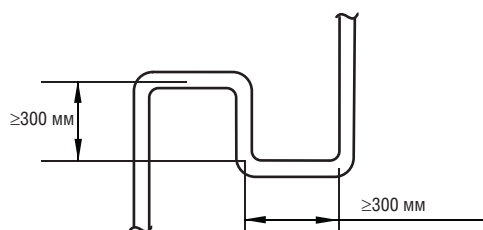

Рис. 5-2
3. Если наружный блок установлен в самой высокой точке, а разница высот превышает 20 м, рекомендуется устанавливать маслоуловители с интервалом 10 м на газовой линии основного трубопровода. Размеры маслоуловителя приведены на рис. 5-2.